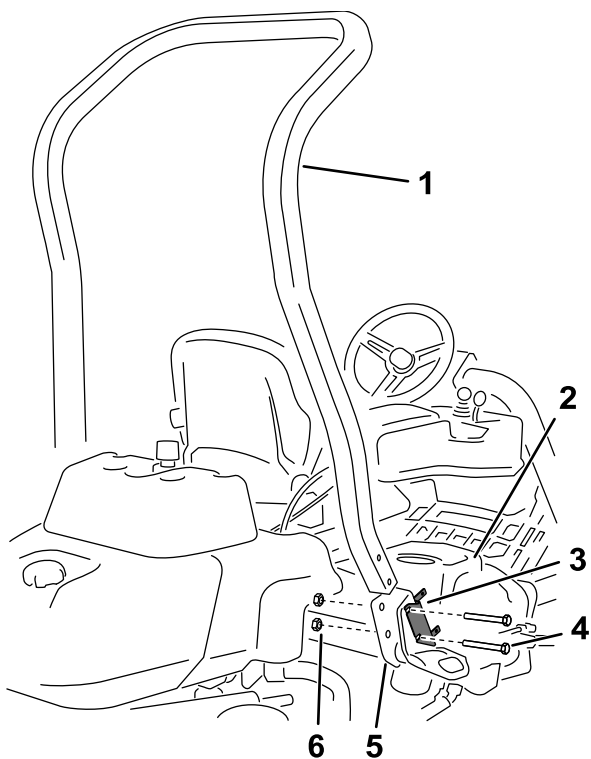

图 3
4. 如图 3 所示卸下将保险丝盒支架固定至 ROPS 支架上的 2 个螺栓。